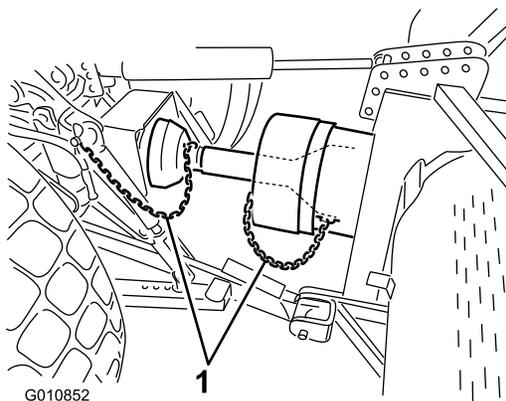

Рисунок 25
6. Подсоедините к кожуху механизма отбора мощности и к кронштейну трактора предохранительные цепи кожуха (Рисунок 25). Убедитесь в том, что цепи немного провисают, когда аэратор поднимается или опускается.